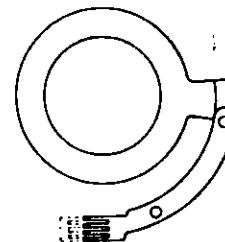

Fig. 48
- (D) BLC contact assy (Fig. 48).